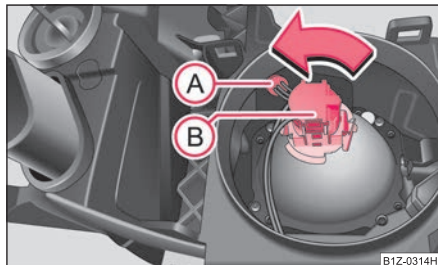

Fig. 243 Demontarea lămpii de poziție și de întâlnire
- Scoateți dulia (A) afară ⇒ fig. 243.
- Rotiți fișa cu becul (B) spre stânga până la limită și scoateți-o ⇒ fig. 243.